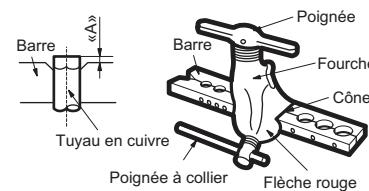

**Fig. 20 – Coupe des tuyaux**
- Coupez le tuyau à 90° (voir la figure 20) au moyen d'un coupe-tube.